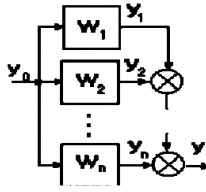

Рис. 22. Перетворення при паралельно-узгодженому з'єднанні
2. *Паралельно-узгоджене з'єднання* (рис. 22) – на вхід кожної ланки подається один і той же сигнал, а вихідні сигнали складаються. Тоді: